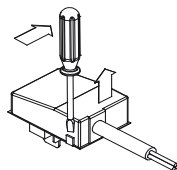

Fig.10
- ouvrir le bornier **Fig. 10** ;